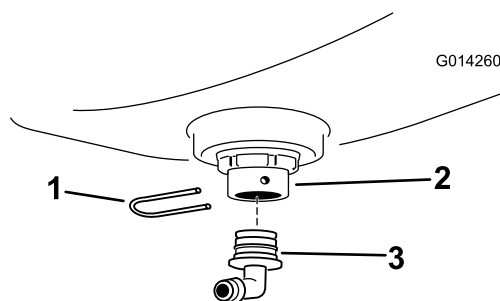

Figure 5
4. Posez un raccord à 90 degrés sur le raccord de traversée et fixez-le avec un étrier (Figure 5). Tournez le raccord face à l'arrière.